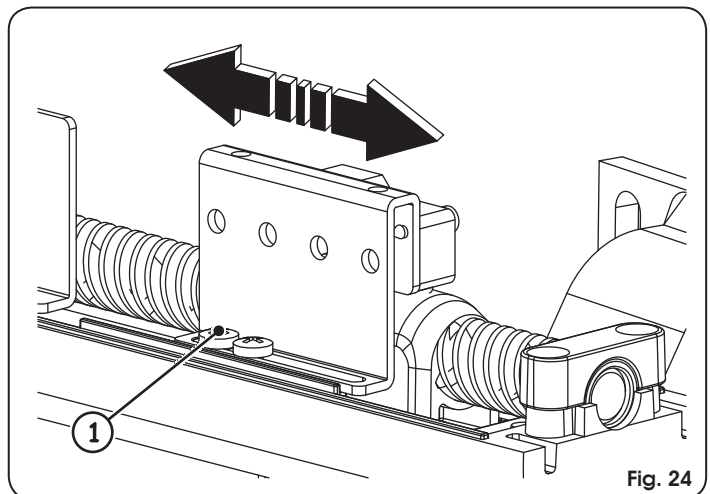

Fig. 24
3. Lossa fästskruvarna på den ändlägesbrytare som ska ställas in, Fig. 24 ref. ①.